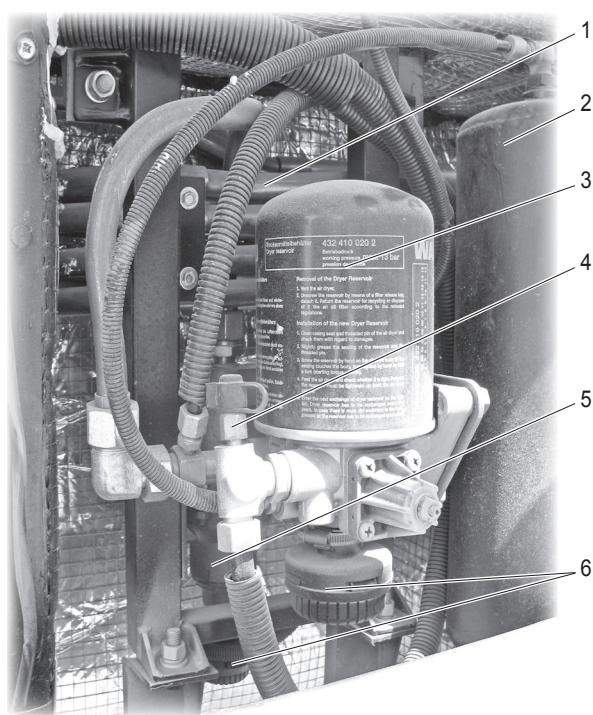

Рисунок 4.9.3 – Блок подготовки сжатого воздуха
– очистить поверхность осушителя воздуха 3 (рис. 4.9.3) от пыли и грязи;